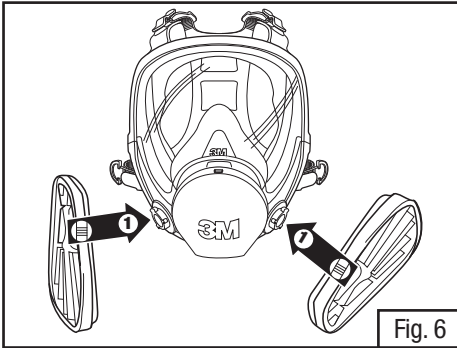

Fig. 6
1. Alinhe o encaixe do adaptador 603 com a marca da peça facial como mostrado (Fig. 6).